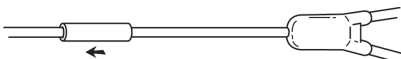

Fig. 8
8. Manchetten skydes over samlingsstedet (fig. 8).